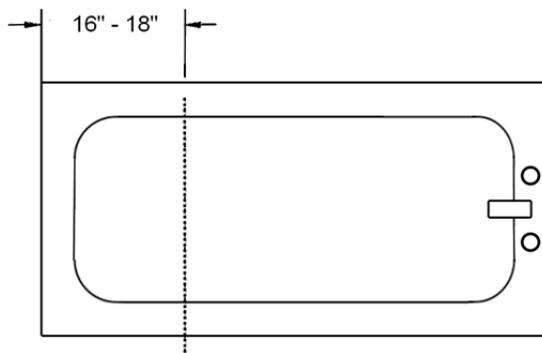
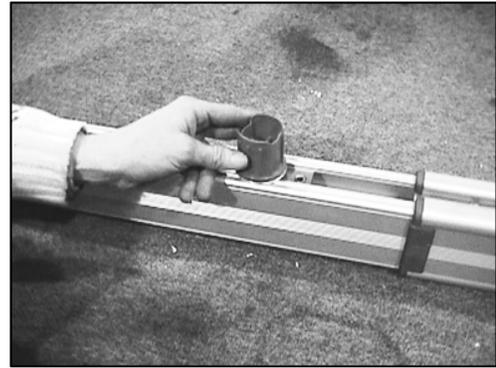

Figure 9
Figure 10
5. Glissez l'adaptateur de poteau en plastique pour qu'il soit approximativement 16-18" du bout de la baignoire (voir la Figure 9 et la Figure 10).